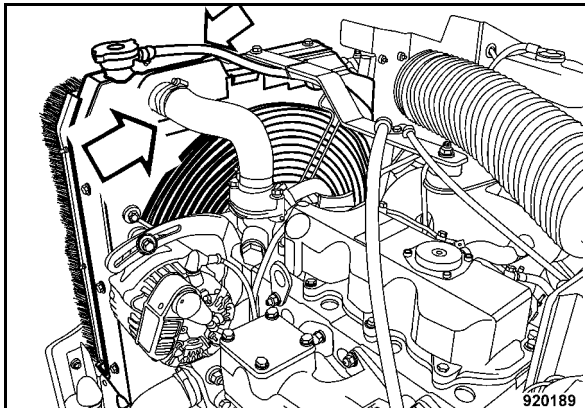

Fig. 106
- Controllare lo stato e l'accoppiamento serrato di tutti i manicotti in gomma per radiatori e di tutte le fascette (Fig. 106).